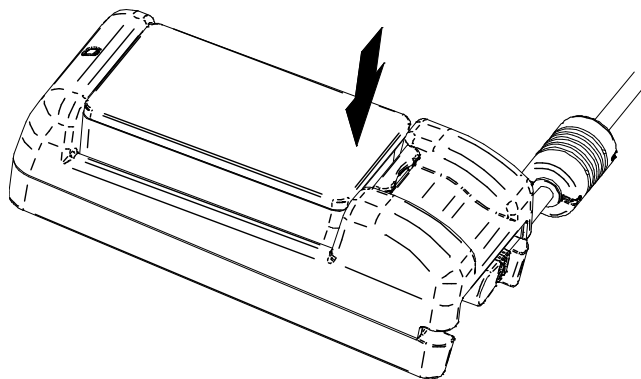

Figura 17-6 Instalação da bateria (2)
- (2) Pressionar a bateria até a patilha da bateria "b" encaixar na ranhura do carregador de bateria "B", como mostrado na Figura 17-6.